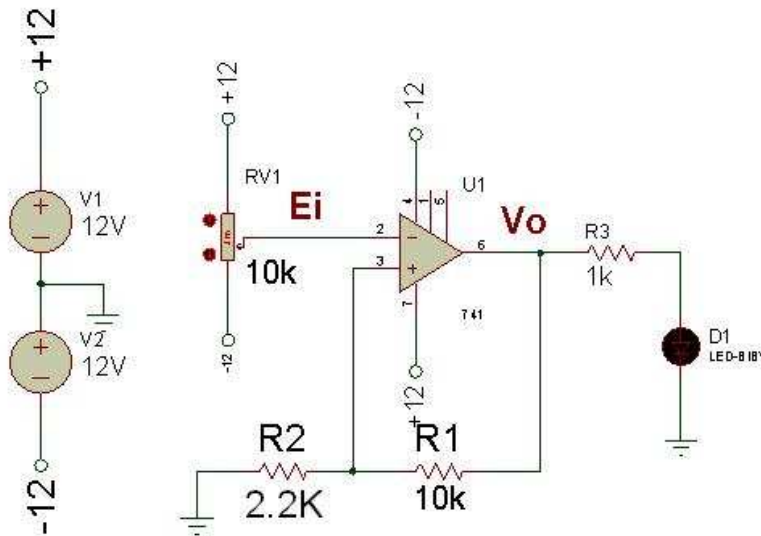

Figura 2. Diagrama esquemático del comparador DCCH
En la figura 2 se muestra un circuito DCCH, así como sus ecuaciones de diseño.
1. Simular el circuito de la figura 2 y con base en este encontrar VUT y VLT.
3. Armar el circuito de la figura 2 y variar el voltaje de entrada de -10V a 10V con incrementos de 0.5V. Anotar en los datos en la tabla 2.
4. Armar el circuito de la figura 2 y variar el voltaje de entrada de 10V a -10V con decrementos de 0.5V. Anotar los datos en la tabla 2.